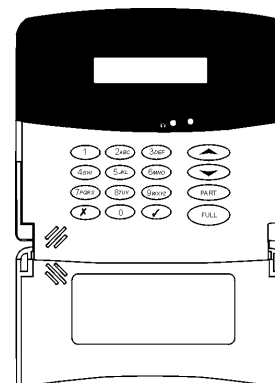

Figure 3: LCD Clavier de Programmation
7. Les enregistrements et les test de fonctionnement décrits ci-dessous s'effectuent à l'aide du clavier LCD filaire voir Figure 3. raccorder le clavier de programmation à l'aide de son connecteur.